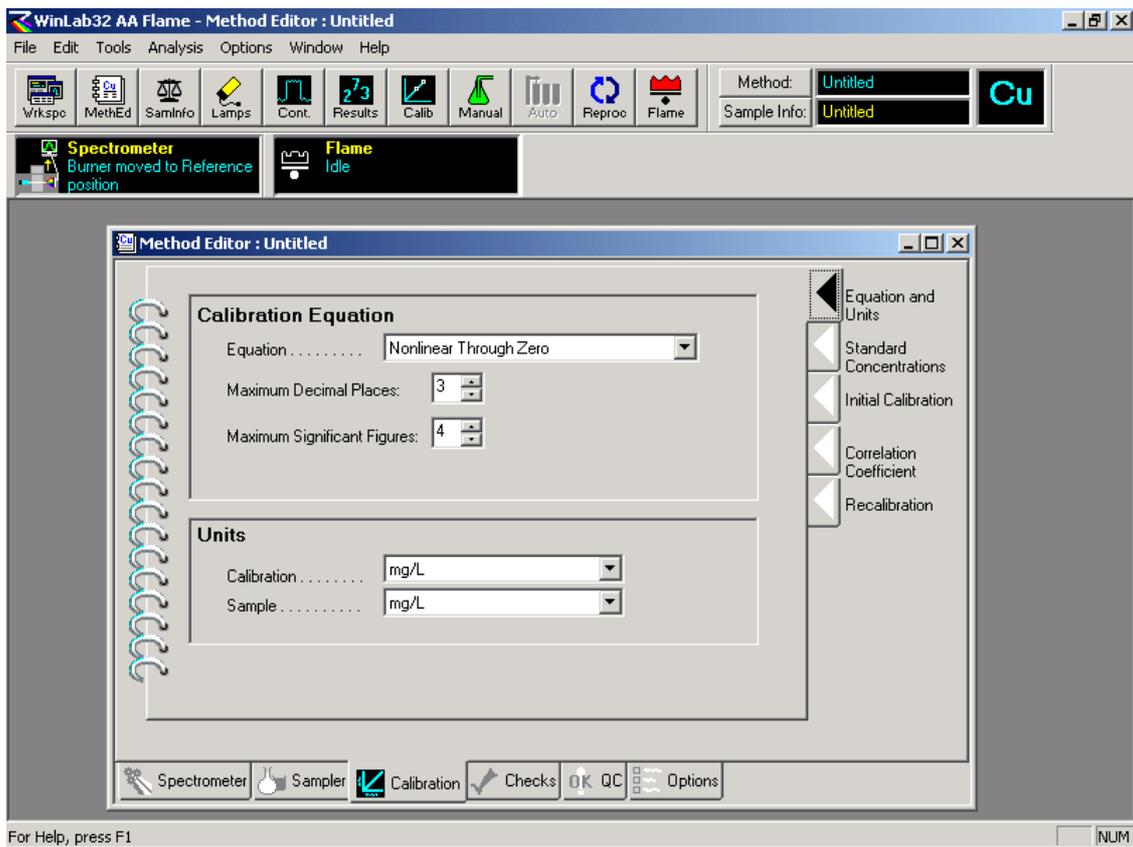

图 10. 校准公式和测定单位选择页面
1. 2. 7 燃气和助燃气的流量将从两个方面影响火焰: 火焰的大小和火焰的氧化还原性. 对于大多数常见元素来说, 建议使用氧化性火焰. 而对于象 Cr, As, Sn 等一些元素则需要使用富燃火焰. 观察高度对于大多数元素来说使用 Reference 高度即可, 对于用一氧化二氮乙炔火焰测定的元素通常需把燃烧头的位置调低. 至此, 该页面的参数设定完毕, 可通过鼠标器的操作进入到校准画面如图 10: